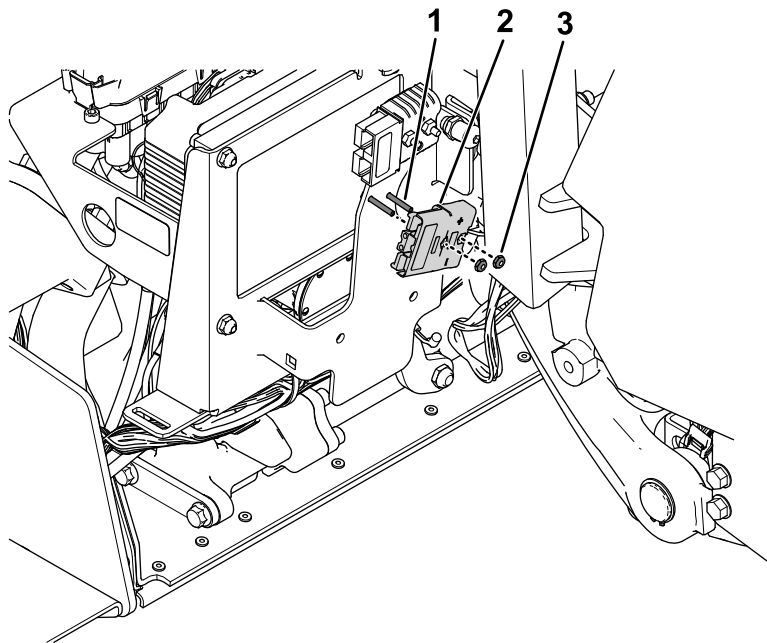

**Bild 36**
3. Entfernen Sie den vorhandenen Sicherungshalter vom Rahmen (**Bild 36**). Bewahren Sie die abgenommenen Befestigungselemente auf.